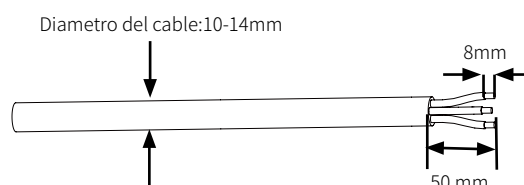

Fig. 54. Pelado de cable AC.
3. Retirar el manguito de aislamiento de la manguera de AC unos 50 mm. y retirar el aislante del extremo de los cables L/PE/N unos 8 mm., tal y como se muestra en la Fig. 54.